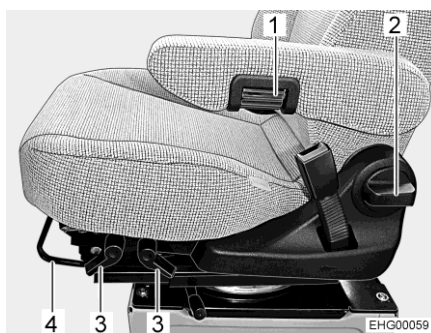

Bild 17 Stolsinställning
- Drag upp bygeln (Bild 17,4).
- Drag motsvarande spak (Bild 17,3) uppåt.
- Vrid (Bild 17,2) handtaget.
- Vrid på det räfflade hjulet (Bild 17,1) för att göra fininställningen. Beroende på vridriktning lutar armstödet framåt eller bakåt.